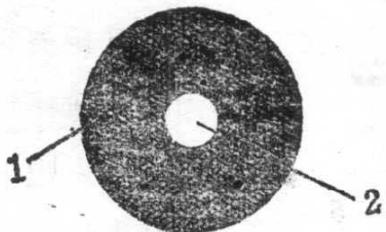

图11 阀皮
(3) 阀皮：阀皮如图11所示。它的直径与阀体直径相同即可。用3~5毫米厚的橡胶皮制作。另外，有的压水机的吸水阀仅用阀皮，省去阀体、阀杆等件，将阀皮的一部分固定在机盘吸水管口上方即可，阀皮中间不留阀杆孔（参阅图1乙）。